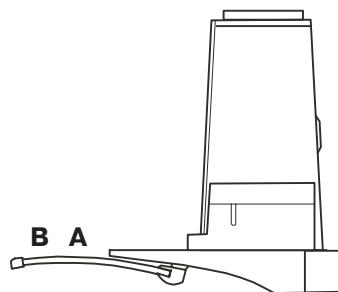
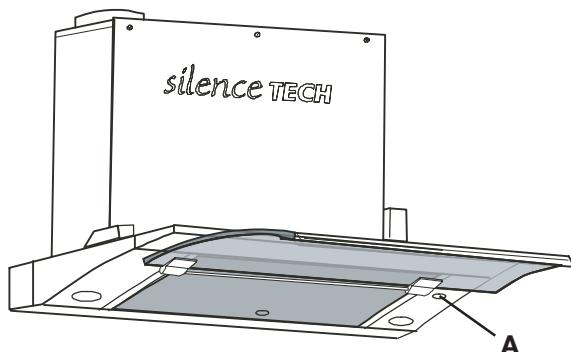

Рис. 1
Рис. 2
Управление вытяжным вентилятором происходит с помощью выдвижного экрана (рис. 1). Когда выдвижной экран находится в положении (A), включается свет. Если экран достигает положения (B), мотор запускается на малой скорости, которая увеличивается в зависимости от того, насколько выдвинут вперед экран. Для включения интенсивного режима (действует в течение 5 минут) нажмите кнопку A (рис. 2). Рекомендуется при обычных условиях эксплуатации выбирать малую скорость, а при высокой концентрации запахов и пара - более высокую. Включайте вытяжной вентилятор за несколько минут до начала приготовления пищи, чтобы создать в кухне пониженное давление. По окончании процесса приготовления оставьте вытяжной вентилятор включенным еще на 15 минут, или до тех пор, пока не исчезнут все пары.